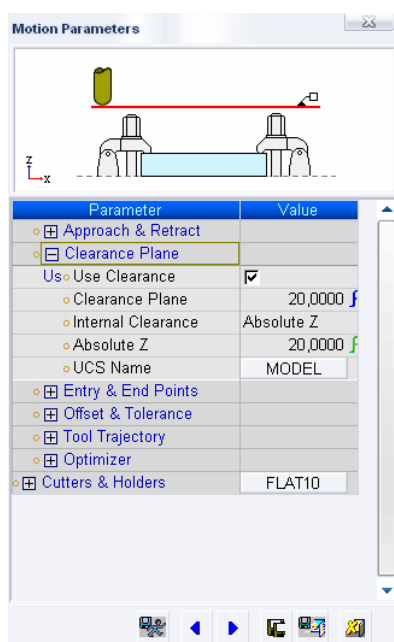

Рисунок 28 - Параметры плоскости безопасности
- плоскости безопасности (рисунок 28): расстояние от поверхности детали 20 мм и другие;